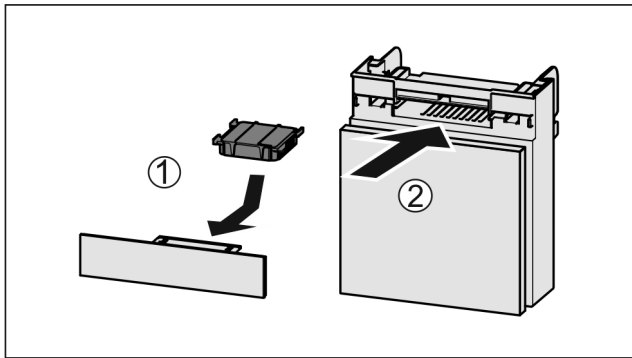

Fig. 135
- ▶ Inserire il vano Fig. 135 (2).